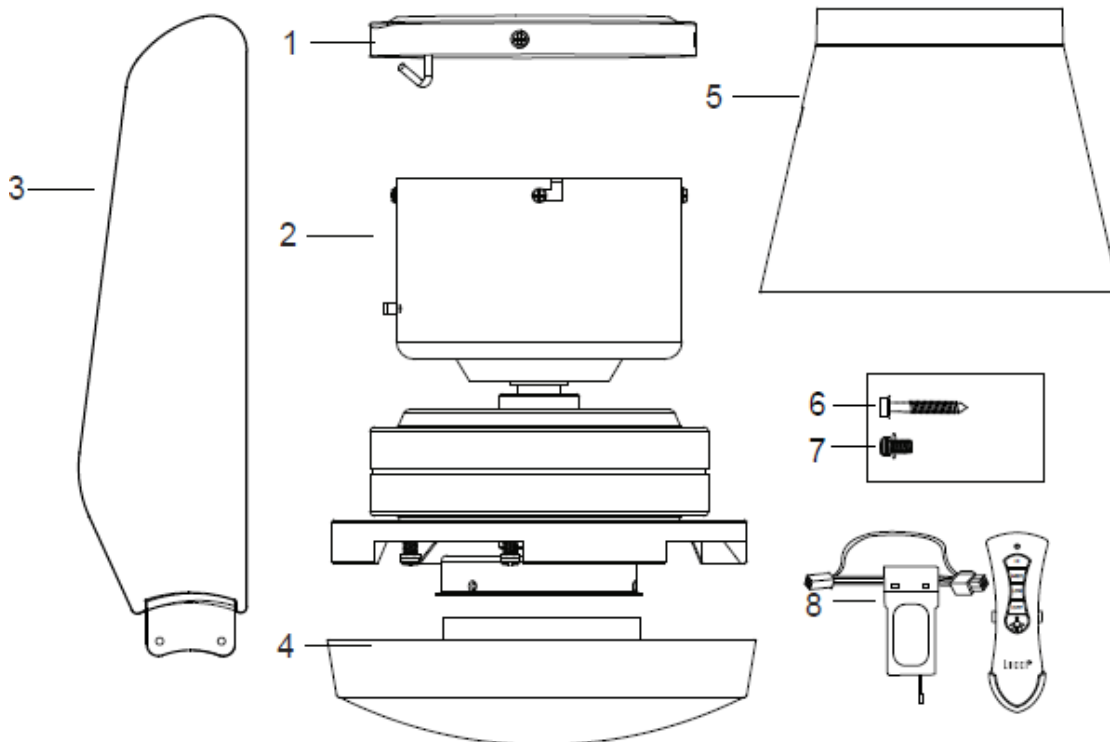

Fig. 1
- Esaminare tutti i componenti e verificare che corrispondano a quelli elencati di seguito e illustrati in Fig. 1.